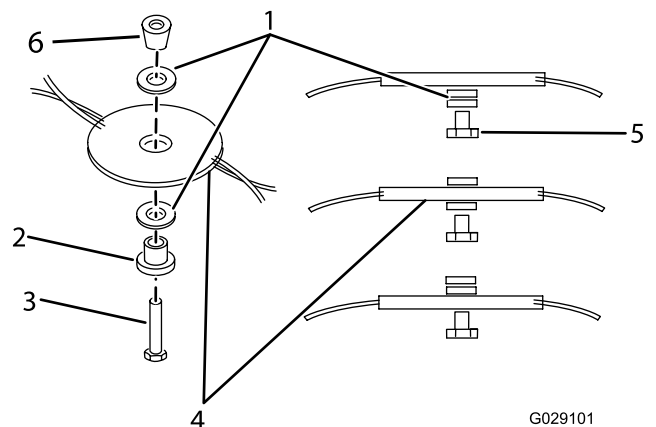

Figura 13
5. Coloque los espaciadores a la altura deseada y vuelva a instalar el disco de corte (Figura 13).